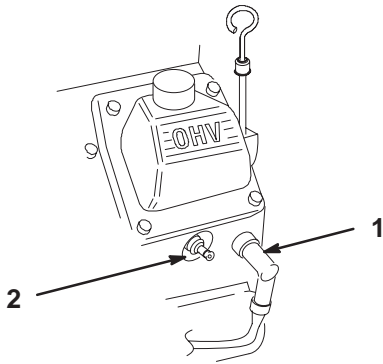

Figure 48
2. Débranchez les fils des bougies (Fig. 48). Nettoyez la surface autour des bougies pour éviter que des impuretés n'endommagent le moteur en tombant à l'intérieur.
3. Connectez les fils aux bougies (Fig. 48).